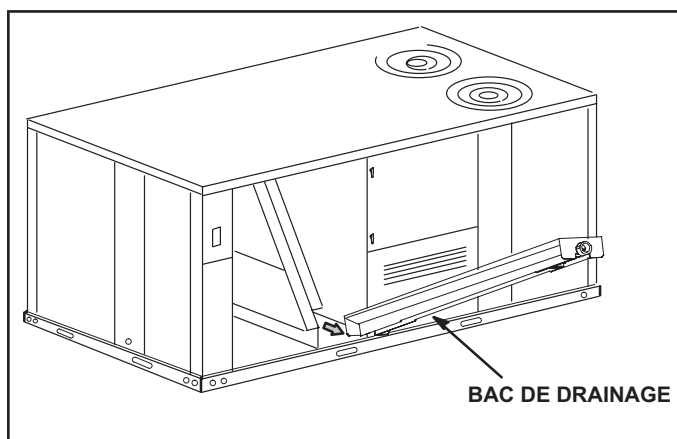

FIGURE 8
- 5 - Soulever le bord avant du bac de drainage (pour passer au-dessus de l'obturateur de drainage inférieur) et faire glisser le bac hors de l'appareil. Voir FIGURE 8.